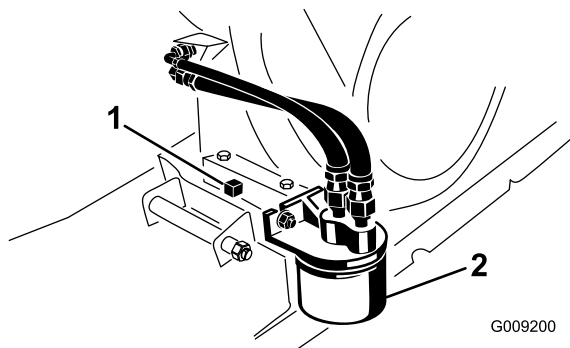

Figura 43
5. Allineate una bacinella di spurgo con una capacità di 1,8 litri sotto il tappo di spurgo (Figura 43).
6. Togliete il tappo di spurgo e la guarnizione (Figura 43).
- Togliete il vecchio filtro dell'olio (Figura 43).
- Inserite il nuovo filtro sul relativo adattatore in modo che la guarnizione sia a contatto con la piastra di appoggio, quindi serrate il filtro di un altro 1/2 o 3/4 di giro (Figura 43).